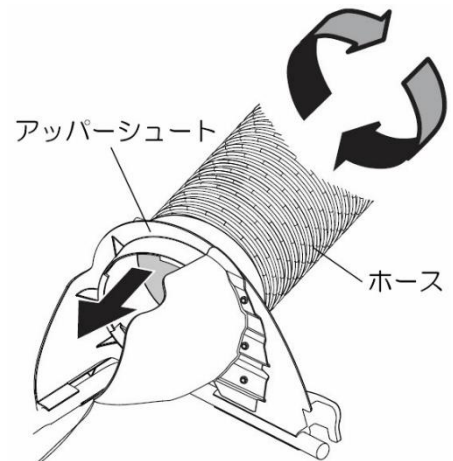

図 21
1. ホースの上端をアップーシュートに差し込んでしっかりと固定されるまで反時計回りにねじ込みます。図 21 を参照してください。